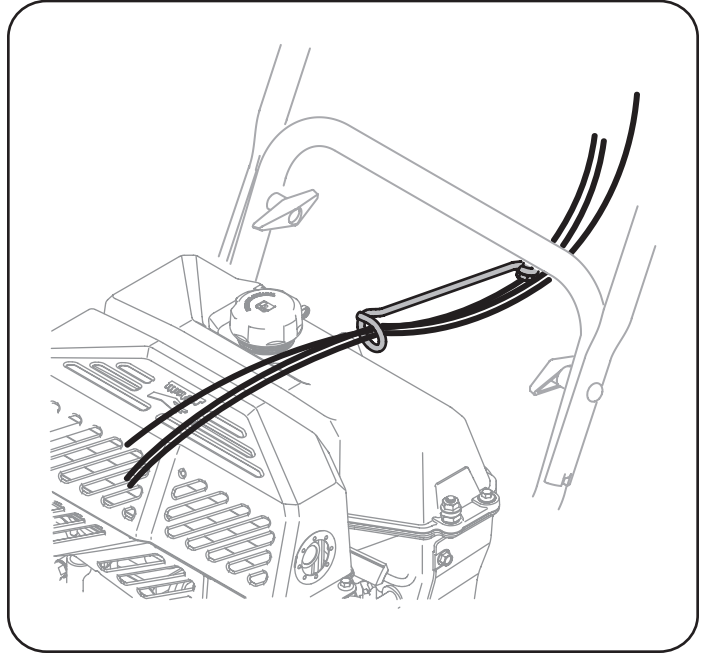

Figura 10
10. Controle que todos los cables estén adecuadamente dirigidos a través de la guía de cables en el motor. Vea la Figura 10.